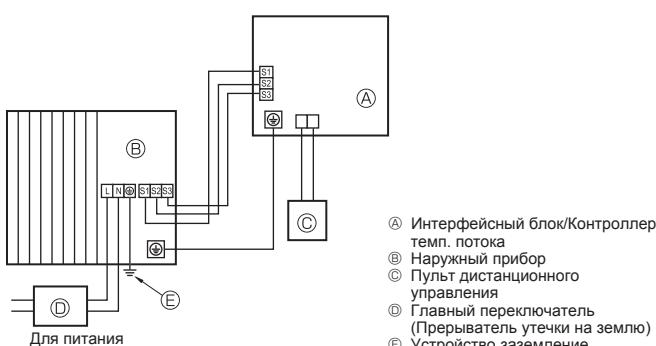
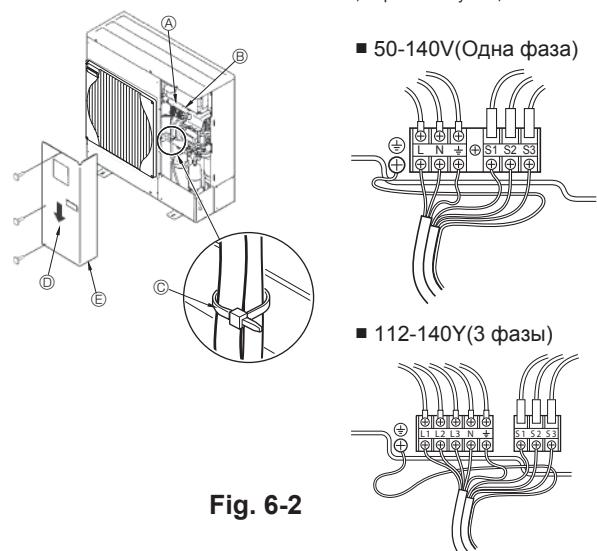

Fig. 6-1
Fig. 6-2
## 6.1. Наружный прибор (Fig. 6-1, Fig. 6-2)
- Подсоедините кабели, как указано на Fig. 6-1 и Fig. 6-2.